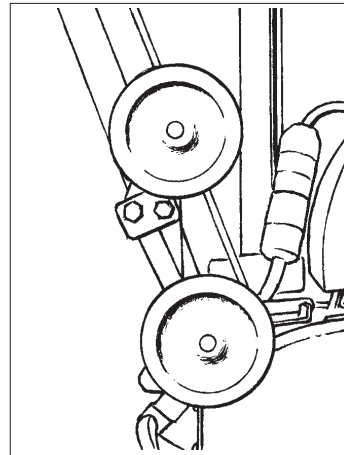

Figura 5
4. Para guardar el rodillo pulidor en la posición "UP", gire el mismo hacia arriba contra la parte superior de la unidad principal tanto como sea posible y cierre las palancas de liberación rápida para asegurarlo en su lugar. (Consulte la figura 5)